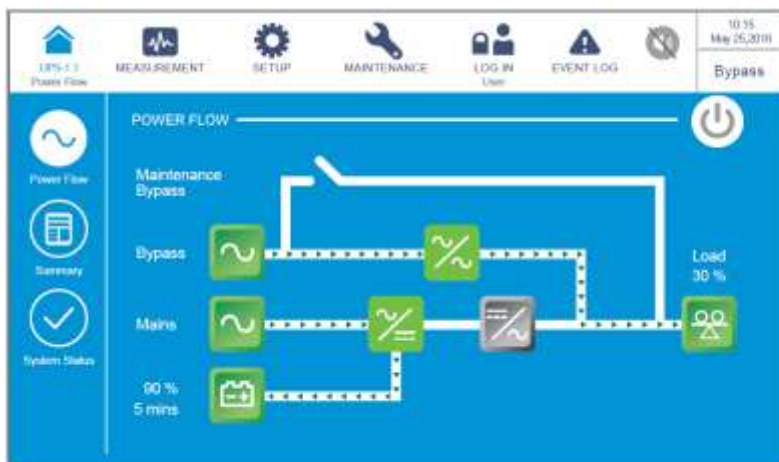

Рисунок 6-54: Экран байпасного режима
- 3) После выбора 'YES' ИБП отключит инвертор, прекратит подачу питания с каждого силового модуля и будет осуществлять подачу питания с байпасного источника переменного тока. Если байпасный источник переменного тока работает ненормально, то существует риск прерывания подачи питания, и подключенные важные нагрузки не будут защищены. В этот момент силовые модули продолжают заряжать батареи, трехцветный светодиодный индикатор загорается желтым цветом, и появляется следующий экран (Рисунок 6-54). Расположение трехцветного светодиодного индикатора см. на Рисунке 2-11.